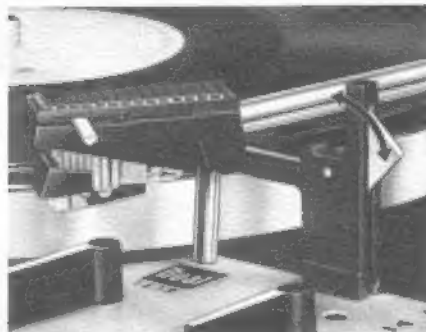

Fig. 7
Dann wählen Sie die erforderliche Plattenteller-Drehzahl ①, stellen die Drehtaste ⑰ auf den Schallplatten-Durchmesser (17, 25 oder 30 cm, bzw. 7, 10 oder 12") ein und entriegeln den Tonarm (Fig. 7).
**Bemerkung:** Nach dem Spielen der Schallplatte oder der letzten Platte eines Stapels kehrt der Tonarm automatisch auf seine Stütze zurück. Das Gerät schaltet sich aus. Es empfiehlt sich, nach Beendigung des Spieles den Tonarm zu verriegeln (Fig. 7).